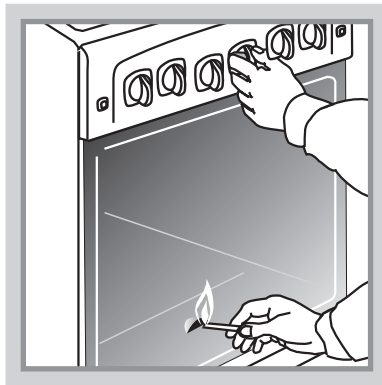

Рис. 3
- Для розжига горелки духовки поднесите зажженную спичку к окну запальника, поверните ручку крана в положение  “максимальное пламя” и нажмите до упора (Рис. 3).